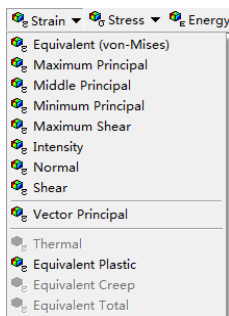

图 15-20 添加塑性应变图
8) 选择 Solution 工具栏中的“Strain”→“Equivalent Plastic”, 如图 15-20 所示, 此时在树结构图中会出现“Equivalent Plastic Strain”选项。